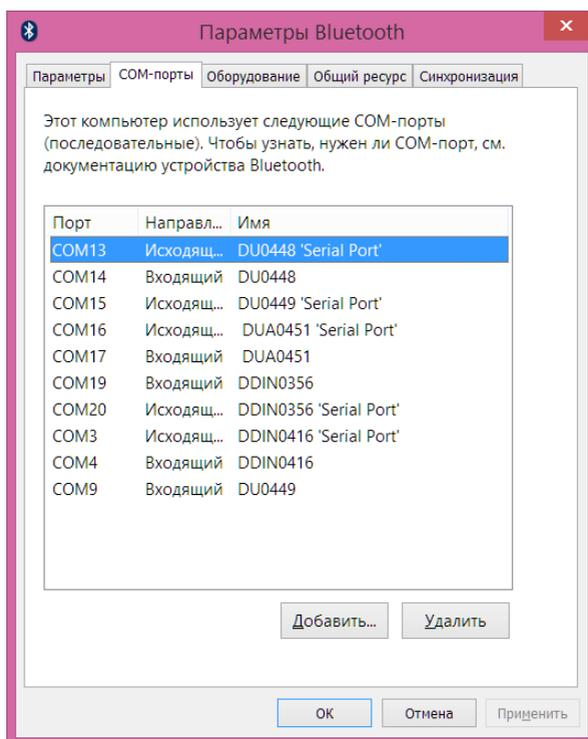

Рисунок 2. Параметры Bluetooth. Назначенные датчикам Bluetooth COM-порты
- в появившемся окне «Параметры Bluetooth» на вкладке «СОМ-порты» посмотреть, какой исходящий порт назначен подключаемому датчику (см. Рис. 2).